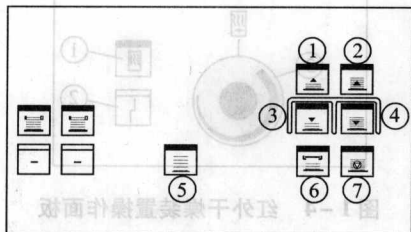

图 1-7 收纸台纸堆控制操作面板
收纸台纸堆控制操作面板如图 1-7 所示, 各按键的功能与作用如下: ①—副纸堆上升按键; ②—主纸堆上升按键; ③—副纸堆下降按键; ④—主纸堆下降按键; ⑤—抽取样张按键; ⑥—纸台开按键; ⑦—纸堆停止按键。